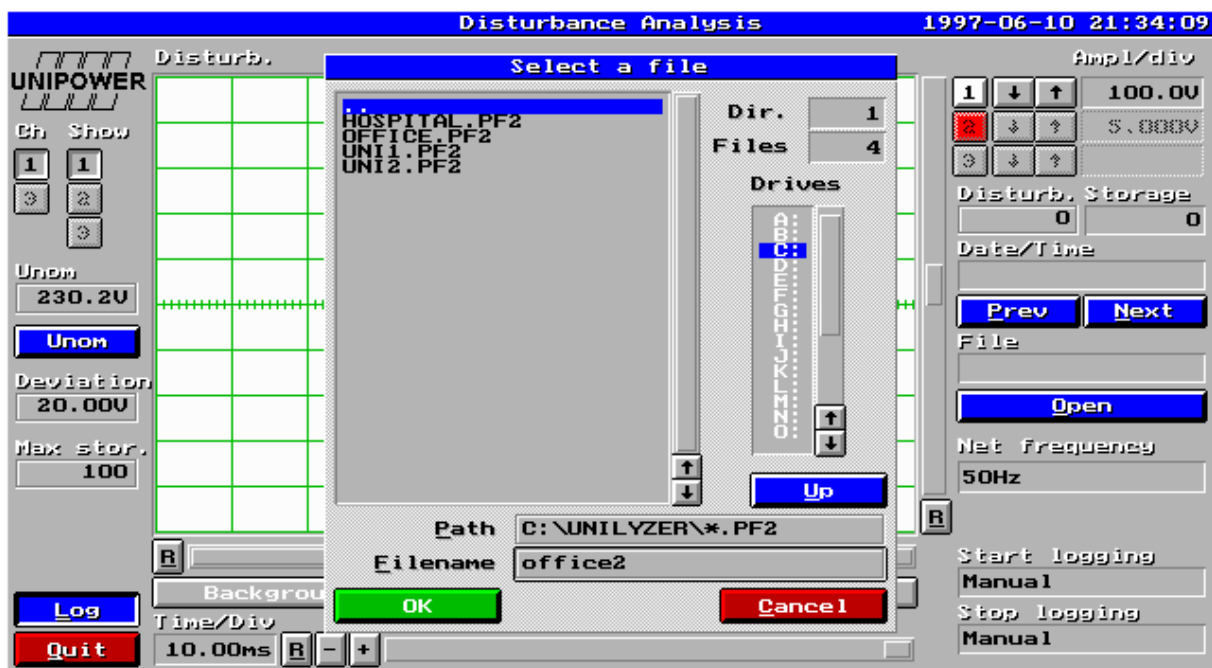

图 30 写出扰动分析的文件名称
- 按下 Log 按钮启动系统，将会出现一包含文件信息的对话框（图 30）。在框中写下测量的文件名称（最多 8 个字符），然后按 OK，扰动分析起动。